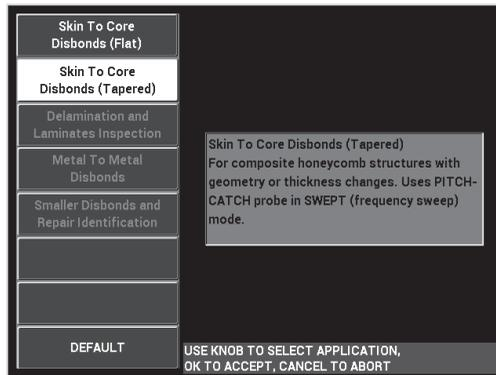

Figura 6-56 L'applicazione Perdita di adesione tra rivestimento e interno (Affusolato)
3. Selezionare l'applicazione **Perd. ades. tra rivest. e interno (Affus.)** ed in seguito premere ✓ per confermare (vedere Figura 6-56 a pagina 179).